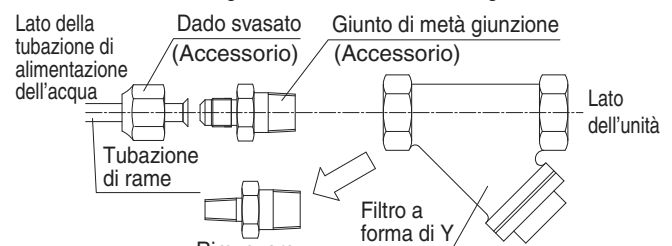

Fig. 9 Cambiare il giunto di metà giunzione (in dotazione)
- Se si utilizzano tubi di rame per i collegamenti di alimentazione dell'acqua, sostituire i giunti di metà giunzione (in dotazione). **(Fare riferimento alla Fig. 9)**